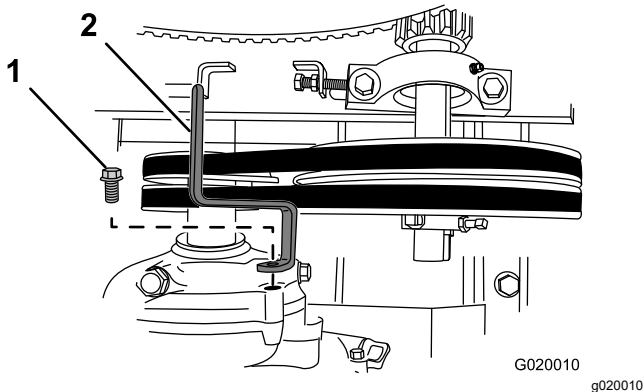

Figura 67
6. Retire el perno que sujeta la guía de las correas al motor, y retire la guía de las correas (Figura 67).
10. Sujete la guía de las correas provisionalmente al motor (Figura 67) con el perno que se retiró en el paso 6 de Retirada de las correas \(página 46\).